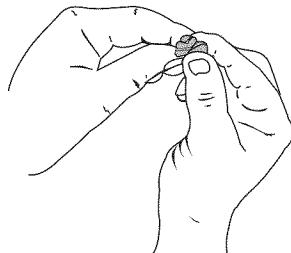

Fig. 27
- Apriete el filtro para esparrir y retirar el exceso de aceite (Fig. 27).